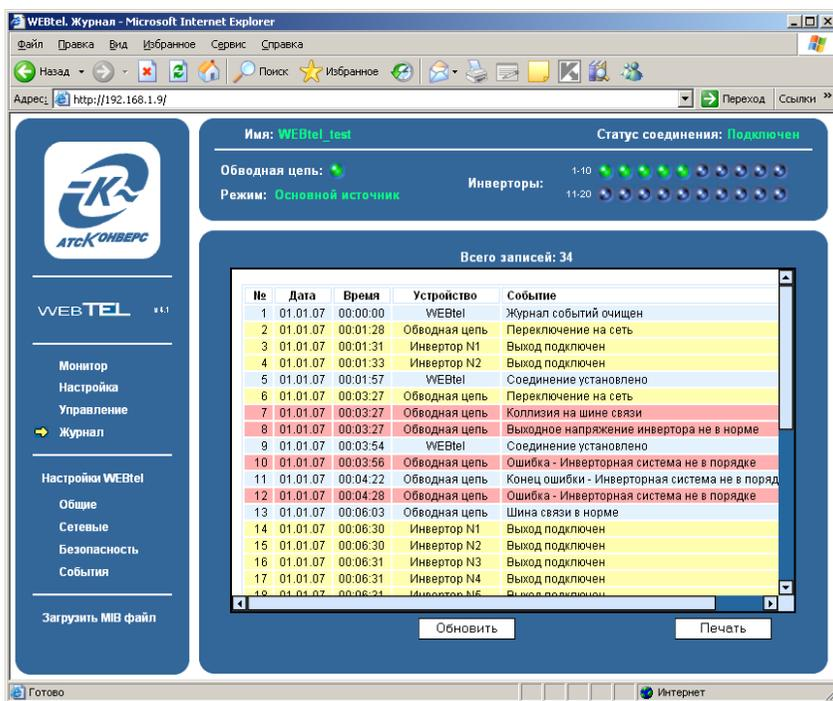

Рисунок 15 – Страница просмотра журнала событий
7.8.1 На странице просмотра журнала событий (рисунок 15) в текстовой форме представлены описания событий, которые происходили с момента включения электропитания адаптера.